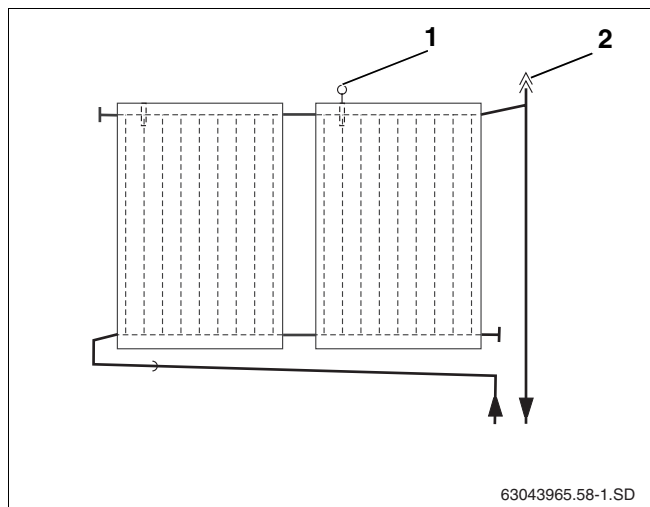

Fig. 36 Purgador para la conexión de impulsión
Si se desea purgar el equipo solar con un purgador automático (accesorio) en el punto más alto del equipo, es necesario colocar la tubería de impulsión con pendiente hacia el purgador (fig. 36, **pos. 2**) y la tubería de retorno con pendiente hacia el campo de colectores (fig. 36).